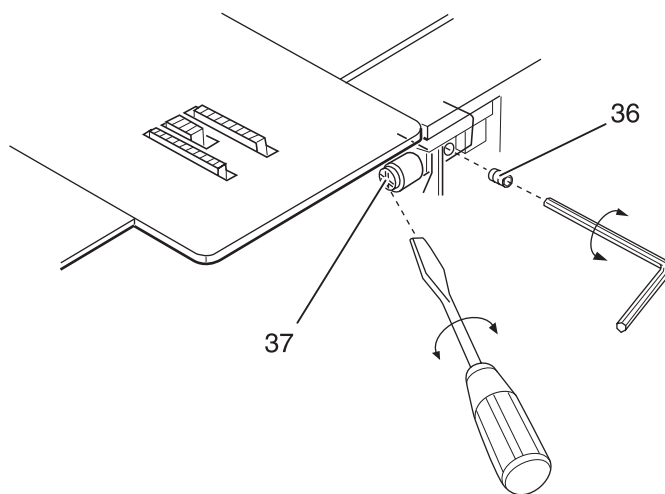

Рис. 28
- Ослабьте крепежные винты 36 ключом размером 2,0 мм для винтов с внутренним шестигранником (рис. 28).